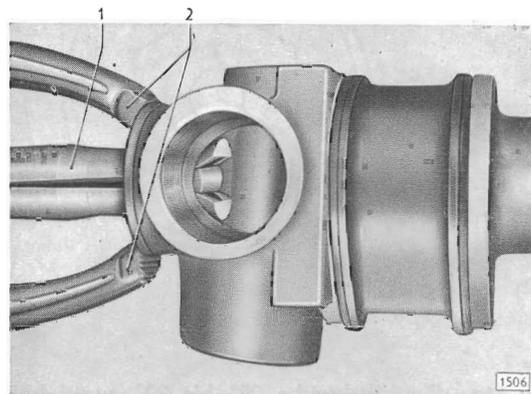

Bild 58 - Zahnstangen-Führungsbuchse aus Lenkgehäuse herausziehen
4. Zahnstangen-Führungsbuchse aus **kurzem** Lenkgehäusehals (Bild 58) und Sintermetallbuchse aus **langem** Lenkgehäusehals mit Kukko-Innenauszieher Nr. 21/3 (58/1) in Verbindung mit Kukko-Gegenstütze Nr. 22/1 (58/2) herausziehen. Hierzu Lenkgehäuse unter Verwendung von Schutzbacken in Schraubstock einspannen. Vorsicht, daß Leichtmetall-Lenkgehäuse nicht beschädigt wird.